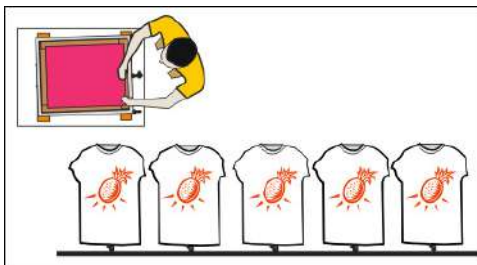

Imagen 328\_13
**15-** Al termino de la serie se coloca a un costado la matriz, sobre un par de listones de madera, para que la matriz no tenga contacto con el mesón (Imagen 328\_13)